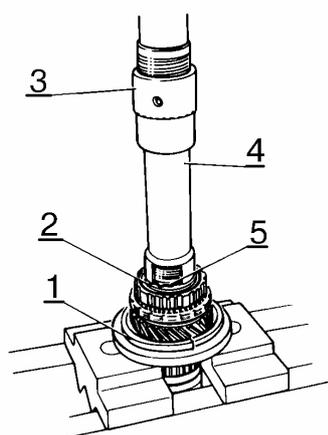

Рис.30. Снятие с вторичного вала стопорного кольца:
- установить вал с приспособлением 1, рис.30, на стол прессы и, сжав оправкой 4 пружинную шайбу 2, снять стопорное кольцо 5 (щипцы, оправка 41.7816-4069, пресс типа 2135-1М ГАРО, приспособление А.45008);